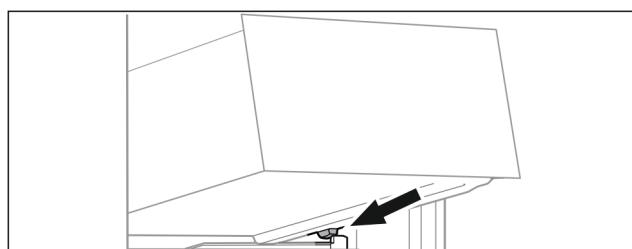

Fig. 90
- Наклоняя вниз, установите выдвижной ящик за стопоры на контейнерное ребро. (см. Fig. 90)